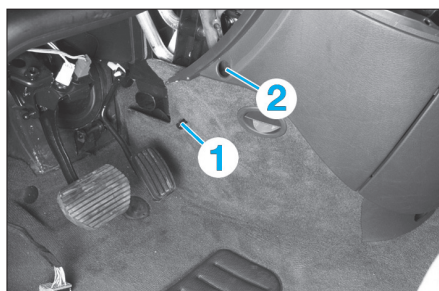

Fig. 4
- De chaque côté déposer l'agrafe (1) et la vis (2) (Fig.4).